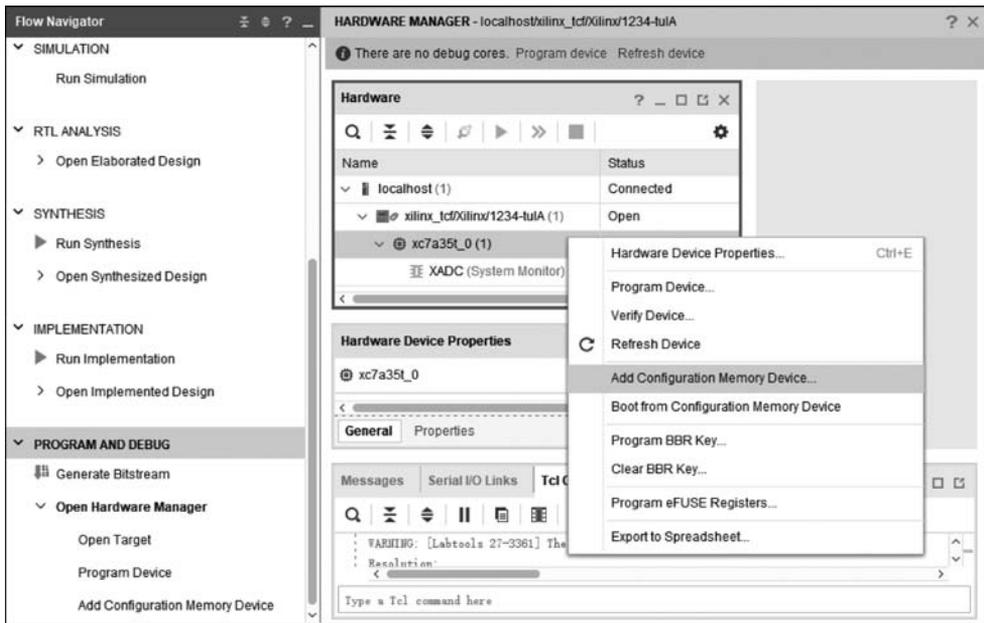

图 3.30 添加 Flash 芯片
(3) 将目标板连接至计算机,打开电源,进入 HARDWARE MANAGER 对话框,如图 3.30 所示,选中芯片 xc7a35t,右击选择 Add Configuration Memory Device。